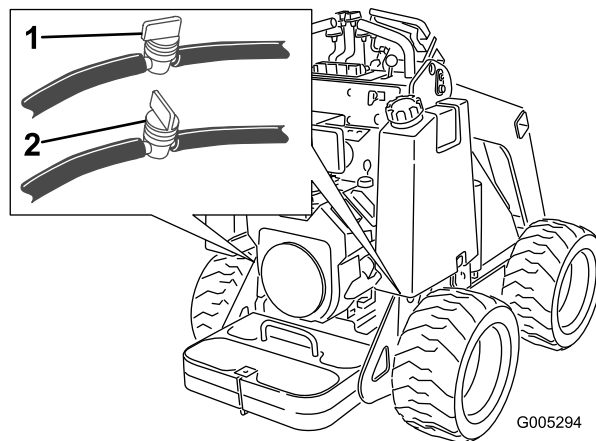

Рисунок 31
2. Закройте топливный клапан на днище каждого топливного бака (Рисунок 31).
3. Закройте топливный клапан в шланге около дна топливного бака (баков), как показано на Рисунок 31.
8. Откройте топливный клапан (клапаны) в шланге (шлангах) около днища топливного бака (баков), как показано на Рисунок 31.